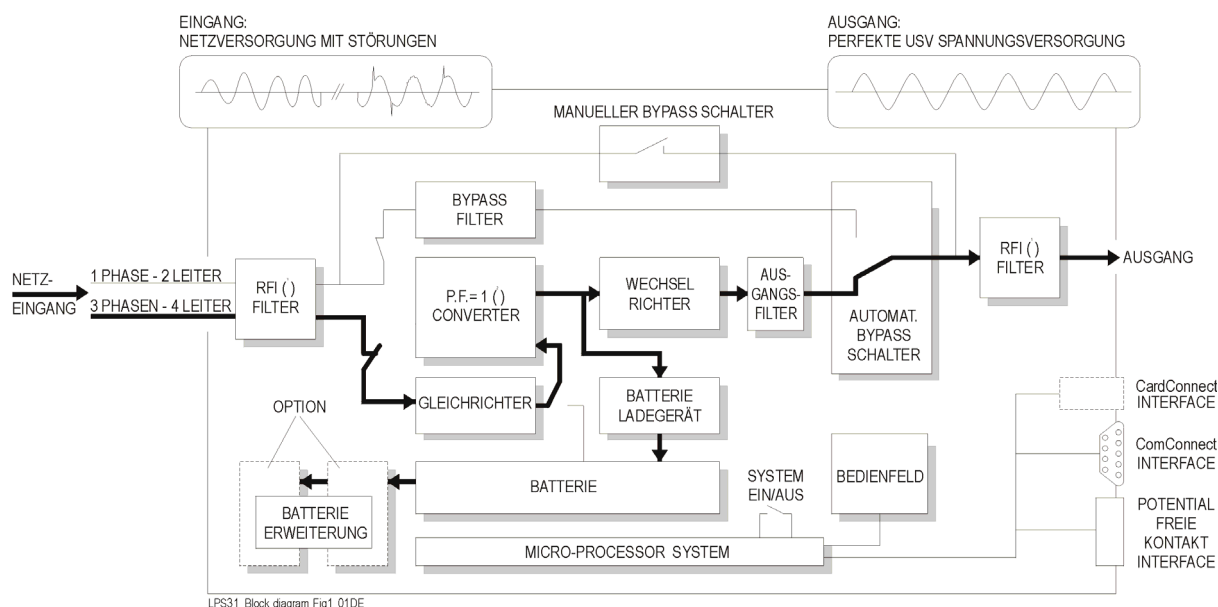

Bild 1 – Blockschaltbild der LP 31, Normalbetrieb
Die **LP 31** USV speichert elektrische Energie in den im Gehäuse integrierten Batterien, so dass sie bei einem Netzausfall in der Lage sind, diese Energie am Ausgang zur Verfügung zu stellen. Da elektrische Energie nur als Gleichspannung (DC) in Batterien gespeichert werden kann, die Netzversorgung aber Wechselspannung (AC) führt und die Verbraucher auch eine Wechselspannung (AC) benötigen, besitzt die **LP 31** USV am Eingang einen Gleichrichter (AC zu DC Wandler) und am Ausgang einen Wechselrichter (DC zu AC Wandler) (siehe Bild 1).